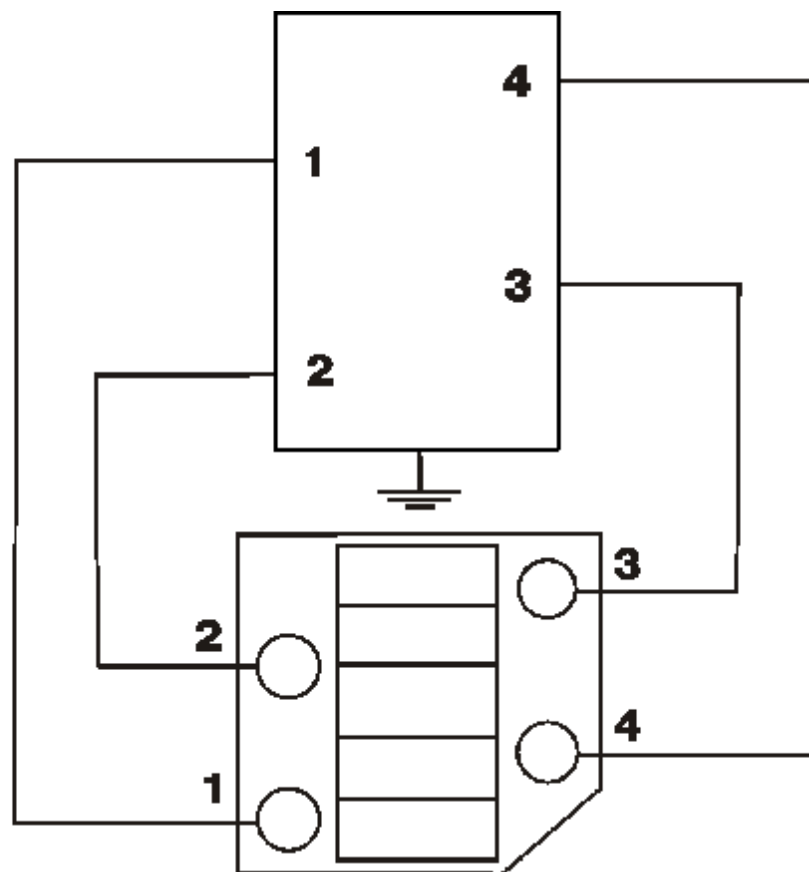

Рис.2
7. Подключить высоковольтные провода согласно схеме рис.2: